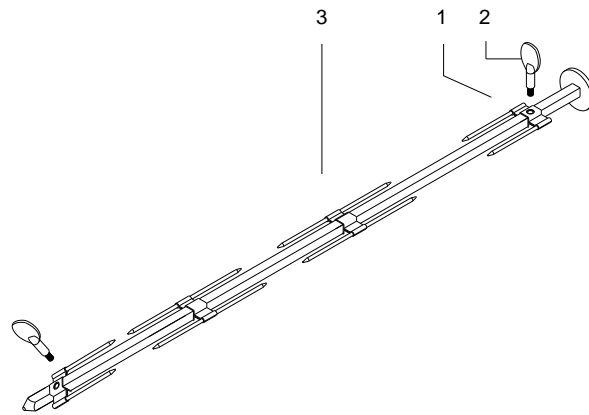

Abbildung 5
- a) Platzieren Sie den einfachen Spieß (1) auf das Schwert (3) bis dieses am erwähnten Schwert aufgelaufen ist und befestigen Sie es mit einer Schraube (2) (siehe Abbildung 5).
- b) Platzieren Sie nun anschließend das zu grillende Hähnchen auf das Schwert und befestigen Sie es am Spieß welches sie vorher platziert haben. Führen Sie nun das Hähnchen auf das Schwert im Doppelspieß (4). Wiederholen Sie diesen Vorgang bis Sie das Schwert beladen haben und platzieren Sie dann zum Schluss nochmals ein Einzelspieß und fixieren Sie es mit einer Schraube am Ende des Schwertes.